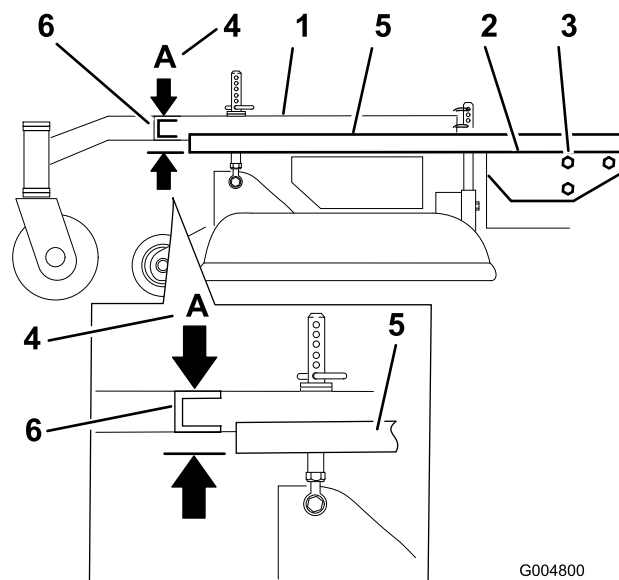

Figura 54
3. Posizionate un lungo bordo diritto sopra la scocca del motore come illustrato in Figura 54.
4. Al canale trasversale del telaio portante, misurate l'altezza al punto A (Figura 54). Questa misura deve essere di 33 mm, più o meno 6 mm.
6. Allentate i bulloni di fissaggio del telaio portante su entrambi i lati della macchina (Figura 54).
7. Allineate il telaio portante e la scocca del motore portandoli a 33 mm, più o meno 6 mm alla posizione A (Figura 54).